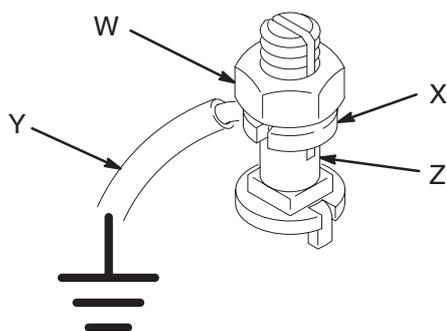

Fig. 1
1. **Bomba:** utilice un cable de conexión a tierra y una abrazadera. Vea la Fig. 1. Afloje la tuerca de bloqueo (W) y la arandela (X) de la terminal de tierra. Introduzca un extremo de un cable a tierra (Y) de un mínimo de 1,5 mm² en la ranura de la terminal (Z) y después apriete firmemente la tuerca de bloqueo. Conecte el otro extremo del cable a una conexión de tierra real. N° de pedido de la pieza 237-569 Cable con conexión a tierra y abrazadera.